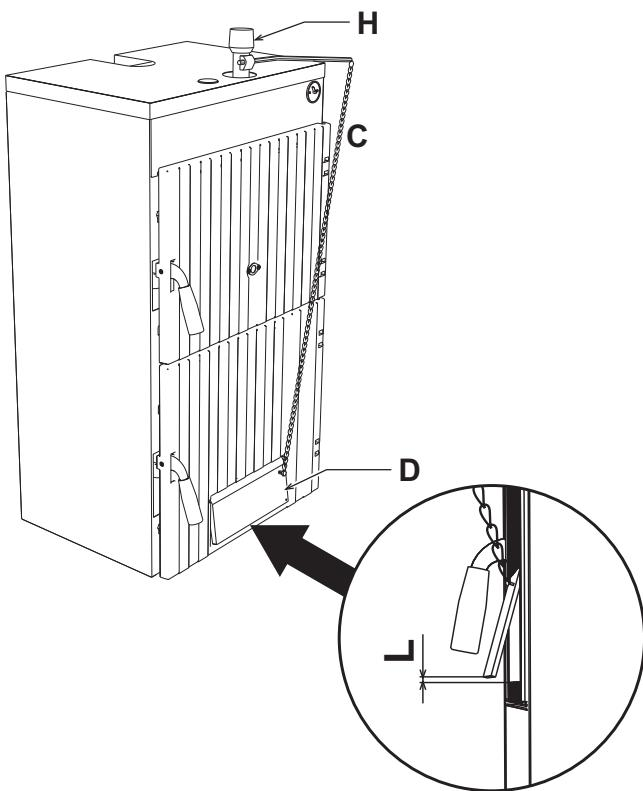

рис. 2 - Монтаж
2. Установите терmostатический регулятор "H" рис. 2.
4. С помощью предусмотренного для этой цели винта регулируйте дверцу воздухозаборника так, чтобы при опущенной дверце величина зазора для прохода воздуха составляла 1 - 2 мм, но не более. При холодном кotle поставьте термостат на 60°. Прикрепите цепочку "C" к проушине "D" дверцы воздухозаборника и регулируйте ее длину так, чтобы зазор для прохода воздуха "L" (рис. 2) составлял около 15 мм при использовании каменного угля "coke III" и 2 мм при использовании древесного топлива.
С помощью предусмотренного для этой цели винта регулируйте дверцу воздухозаборника так, чтобы при опущенной дверце величина зазора для прохода воздуха составляла 1 - 2 мм, но не более. При холодном кotle поставьте термостат на 60°. Прикрепите цепочку к проушине дверцы воздухозаборника и регулируйте ее дину так, чтобы зазор для прохода воздуха "L" (рис. 2) составлял около 15 мм при использовании каменного угля "coke II" и 2 мм при использовании древесного топлива.